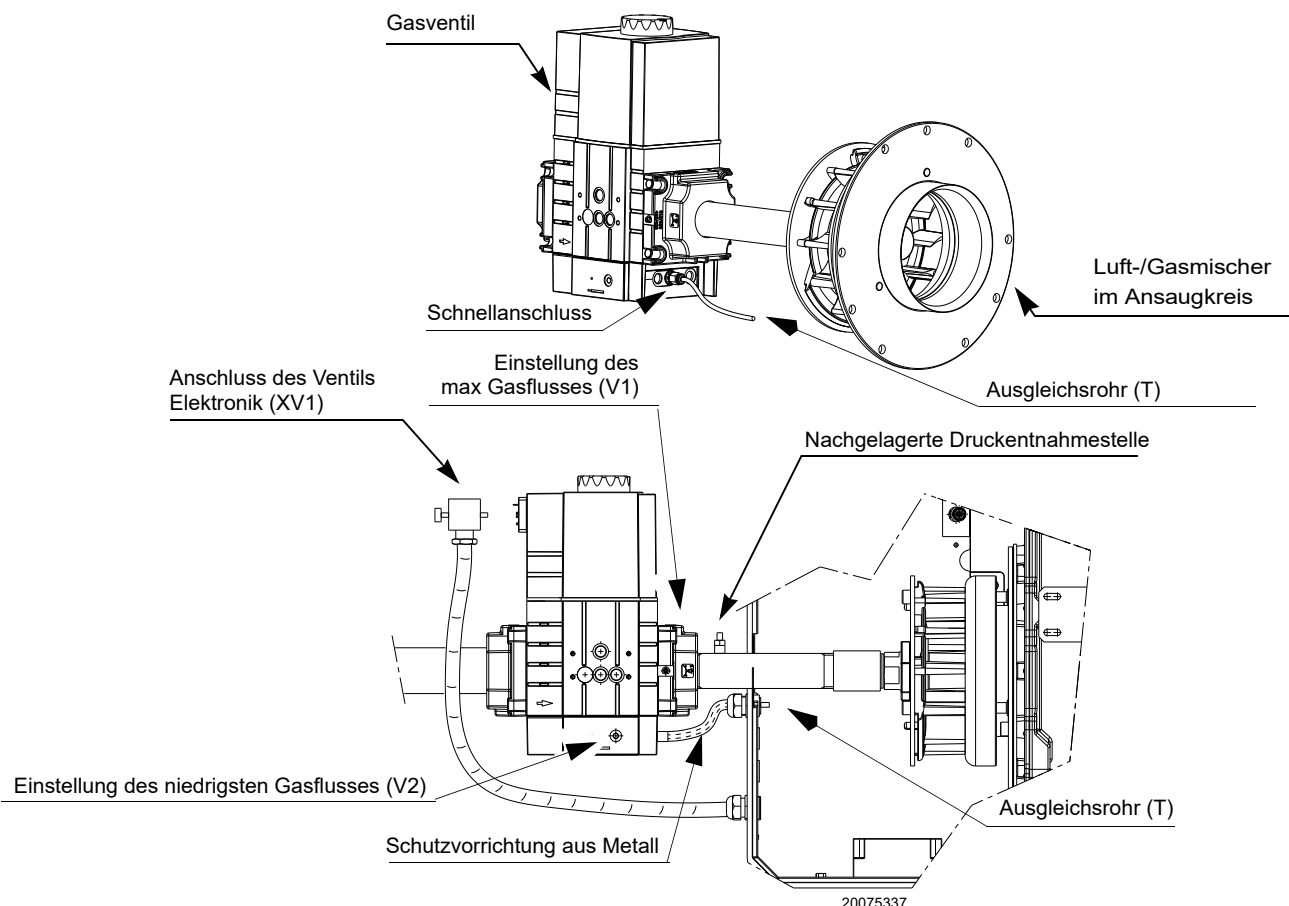

Abb. 17
- Die Luft aus der Gasleitung mittels der Schraube am Anschluss ablassen (Abb. 17 auf Seite 23).